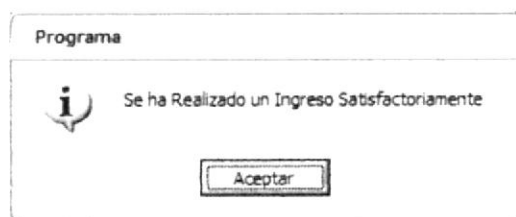

Figura 3.76 Mensaje de Ingreso de Asignación de Precios
11. Si se ha realizado el ingreso o modificación aparecerá el mensaje (Ver figura 3.76)